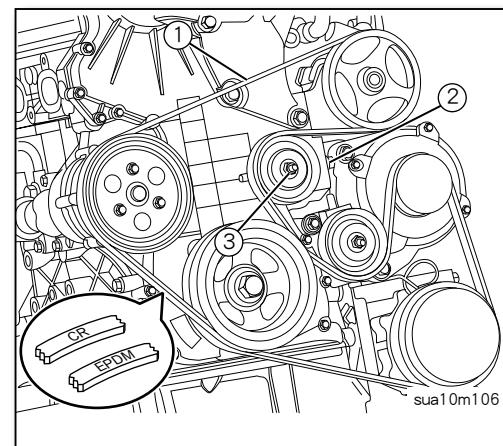

图4
- 将动力转向泵皮带①固定在惰轮③上，布置(如图4)。
- 调整惰轮螺栓②，用适当套筒扳手锁紧调整螺母，并用皮带张力计确认皮带张力。
¹: 有关皮带的材质种类，请检查皮带表面的标示（如图 4）。